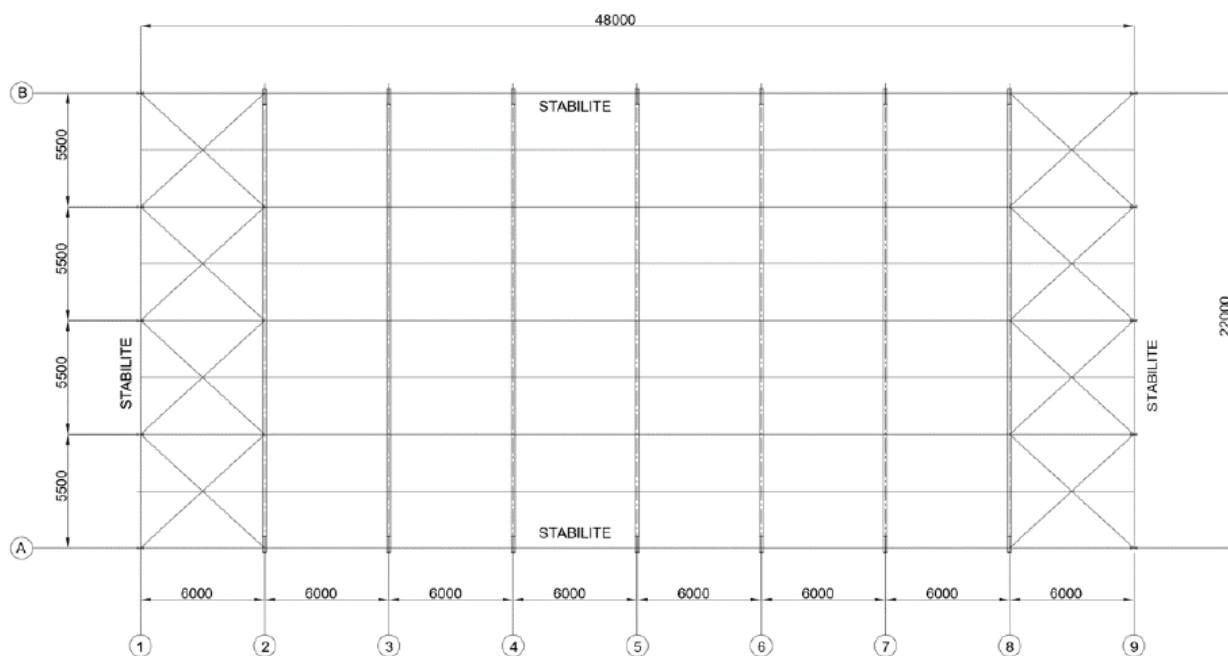

FIGURE 1 – Vue en plan
Le projet concerne la réalisation d'un bâtiment à usage industriel (un hangar de stockage). Le bâtiment a une longueur de 48 m, une largeur de 22 m et une hauteur de 9.3 m (cote +8.7 au faîtage, +9.0m au niveau de l'acrotère et -0.3 m en pied de poteau). Vous trouvez dans les figures 1 et 2 la vue en plan et le plan de pignon. Ce bâtiment a été étudié en TD combinaisons d'actions - les hypothèses des chargements sont donc connues.
- Deux poutres au vent sous rampant en travées de rive 1-2 et 8-9 (figure 1)